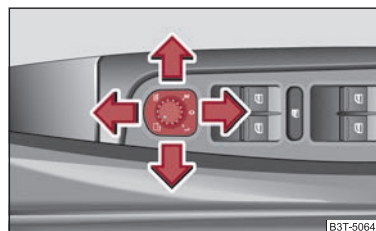

Abb. 67 Türinnenteil: Drehknopf
- Stellen Sie den Drehknopf in die Position ⇒ Abb. 67.
Wenn der Drehknopf in Position **R** ⇒ Seite 80, Abb. 67 steht und der Rückwärtsgang eingelegt wird, kippt die Spiegelfläche etwas nach unten. Dadurch wird beim Einparken die Sicht zur Bordsteinkante ermöglicht.